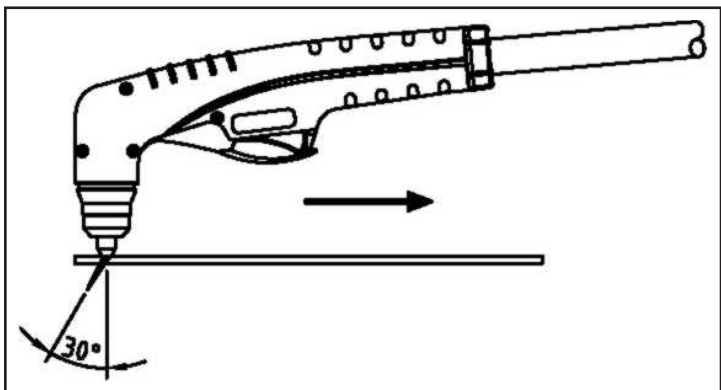

FIGURE 17
- Une fois amorcé, l'arc principal reste actif aussi longtemps que le commutateur de commande est maintenu appuyé, sauf si le chalumeau est écarté de la pièce ou que le mouvement du chalumeau est trop lent. Ne pas cesser de bouger pendant le coupage. Couper à une vitesse régulière sans pauses. Maintenir la vitesse de coupage de sorte que l'hystérésis de l'arc soit de 30° en arrière de la direction de parcours - FIG.17. Si l'arc de coupe est interrompu avec la gâchette du chalumeau enfoncée, l'arc pilote est automatiquement amorcé dans 3 secondes.